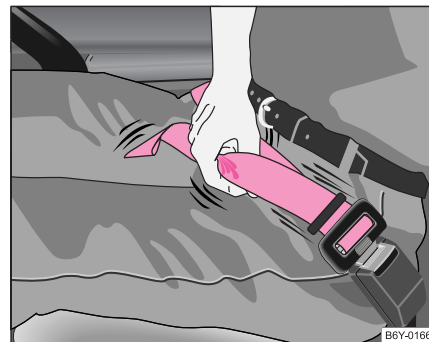

Abb. 108 Verkürzung des Beckengurtes ▶
- Ziehen Sie am freien Ende des Gurtes ⇒ Seite 130, Abb. 108.